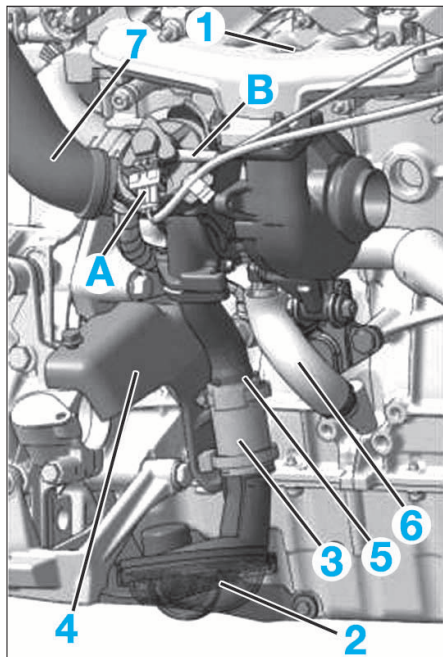
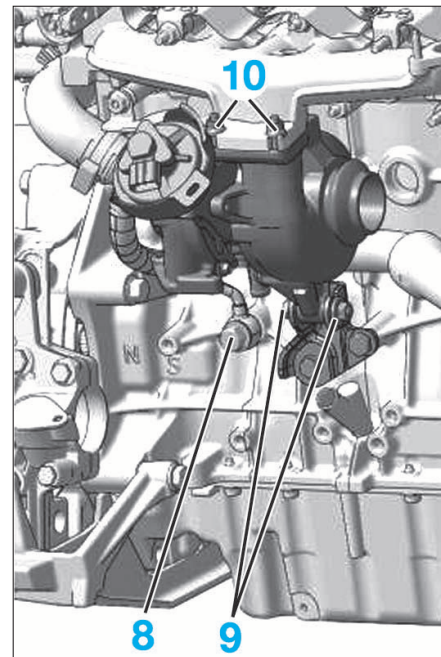

FIG. 49
FIG. 50
- Déposer la vis (1) (Fig.49).
- le connecteur (A)
- le tuyau de dépression (B)
- le raccord air sortie turbocompresseur (2)
- le manchon raccord air sortie turbocompresseur (3)
- le support inférieur tuyau précatalyseur avant (4)
- le conduit de sortie du turbocompresseur (5)
- le tuyau retour graissage turbocompresseur (6).
- Écarter le raccord d'air entrée turbocompresseur (7).
- Déposer la vis creuse (8) du raccord d'huile turbo-compresseur sur le carter-cylindres (Fig.50).
- la fixation inférieure (9)
- les écrous (10)